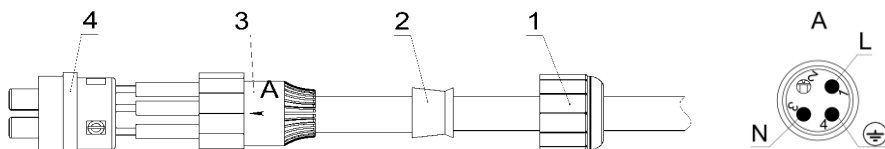

Рис.10.1 Схема подключения разъема
10.4. Для подключения светильника к питающей сети предусмотрены герметичные кабельные разъемы фирмы «Техно», обеспечивающие надежный контакт и полную защиту электрических токопроводящих частей от попадания влаги. Подключение светильника к питающей сети обязательно производить через кабельный разъем фирмы «Техно». Подключение светильника к питающей сети любыми другими способами автоматически снимает гарантию на светильник. Схема подключения разъема к питающему кабелю представлена на рисунке 10.1. Для подключения соединить разъем светильника с ответным разъемом, установленным на питающий кабель. Установить на питающий кабель гайку (поз.1), герметизирующий элемент (поз.2), корпус разъема (поз.3), электрическую часть разъема (поз.4). Электрическую часть разъема (поз.4) подключить к зачищенным жилам питающего кабеля согласно (вида «А» Рисунок 10.1). К контакту «1» - L («Фаза»); к контакту «3» - N («Ноль»); к контакту «4» - заземление. (На рисунке 10.1 вид «А» выделены черным места подключения).